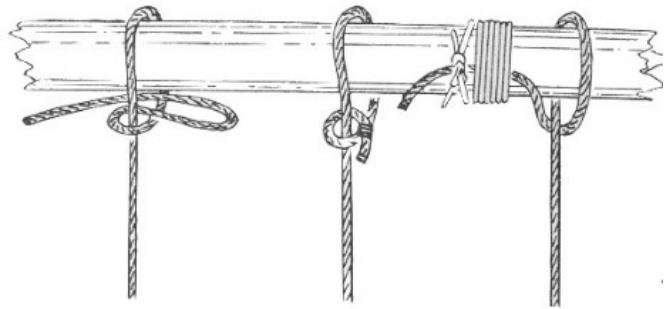

Fig. 51. Slippestik. Fig. 52. Gaardingstik. Fig. 53. Mulestik.
- *Slippestik*, Fig. 51, er ikke solidt, det bruges kun, hvor der kommer ringe Kraft paa, og hvor man med et eneste Ryk vil kunne gøre Enden los igen. Ved Signalering laves ofte et Slippestik med den underste Part af Flaglinen om det sammenrullede Flag, saa at dette kan hejses helt op, forinden det ved et Ryk i Linen bringes til at vaje ud. Haves der flere Flag paa samme Line, kan der om hvert enkelt Flag laves et Slippestik med den underste Part af Linen.